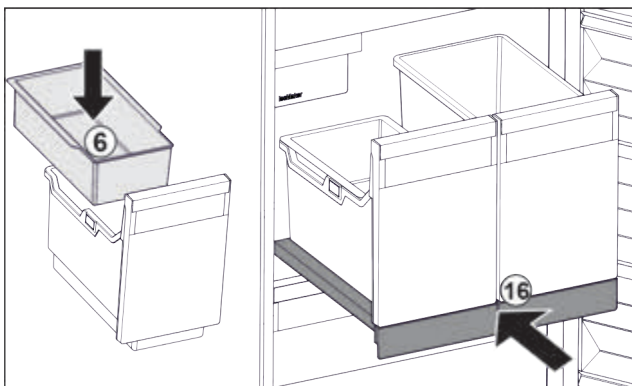

Fig. 91
- ▶ Вставити підвісний лоток Fig. 91 (6) для кубиків льоду.
- ▶ Вставити витяжну панель з резервуаром (IceTower). Fig. 91 (16)